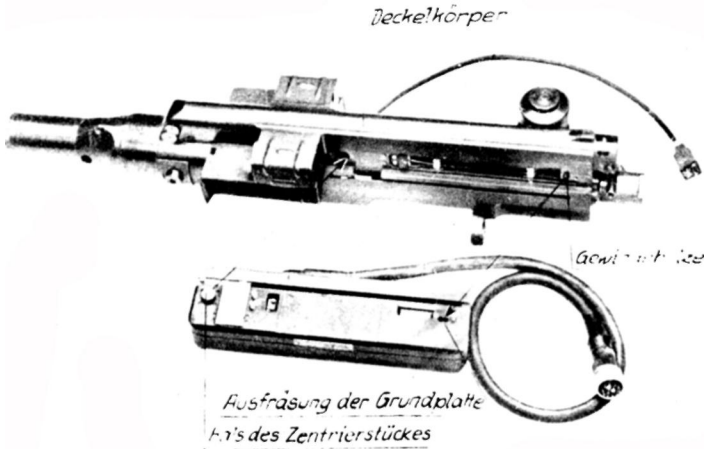

Abb. 67: Elektrische Durchladeeinrichtung (ED 151 B) abgenommen
9. Abnehmen und Anbringen der ED 151 B und EA 151/1 (Abb. 67 und 68)